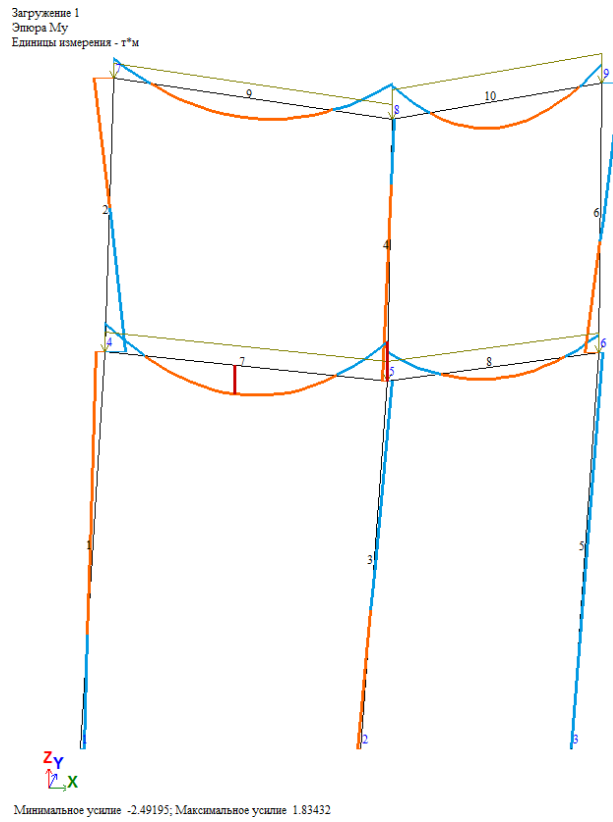

Рис.1.20. Эпюры изгибающих моментов M_y
- Выведите на экран эпюру **M_y** (рис.1.20) щелчком по кнопке **M_y** – Эпюры **M_y** (панель **Усилия в стержнях** на вкладке **Анализ**).